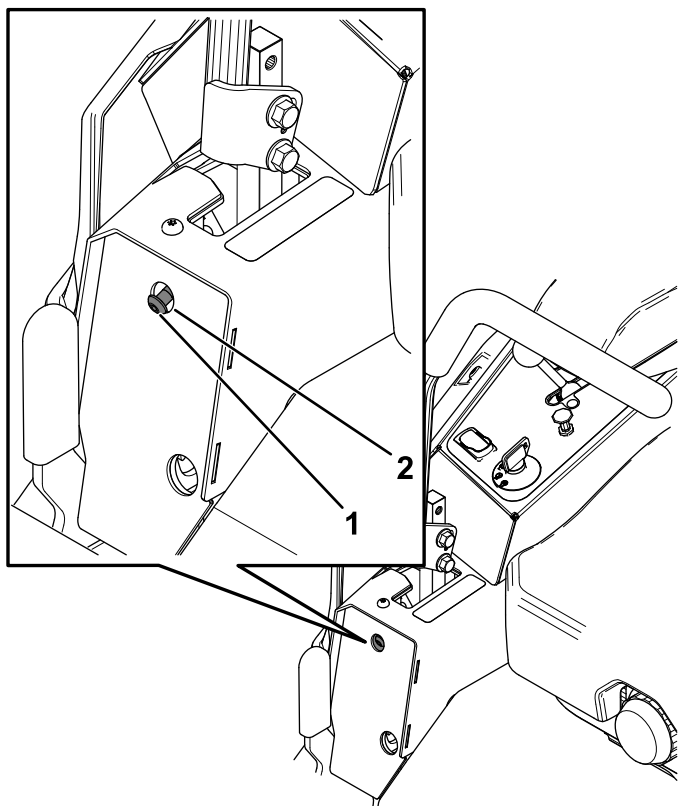

Рисунок 55
6. Если машину уводит вправо, вставьте шестигранный ключ на 3/16 дюйма в отверстие доступа в левой передней плоской панели и поверните винт регулировки прямолинейности движения по часовой стрелке или против часовой стрелки для регулировки хода рычага (**Рисунок 55**).
7. Если машину уводит влево, вставьте шестигранный ключ на 3/16 дюйма в отверстие доступа в правой передней плоской панели и поверните винт регулировки прямолинейности движения по часовой стрелке или против часовой стрелки для регулировки хода рычага (**Рисунок 55**).